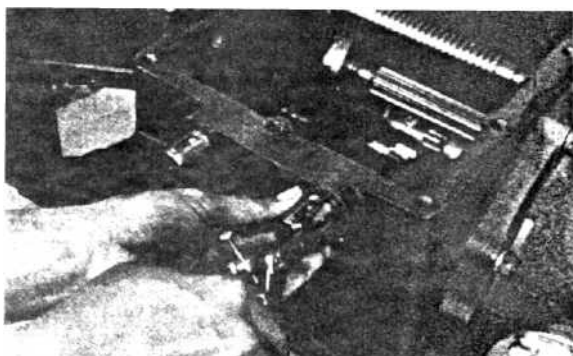

Рис. 3-18
(6) С помощью суппорта снимите эластичное стопорное кольцо на внешнем конце вращающегося стержня и извлеките его (рис. 3-18).